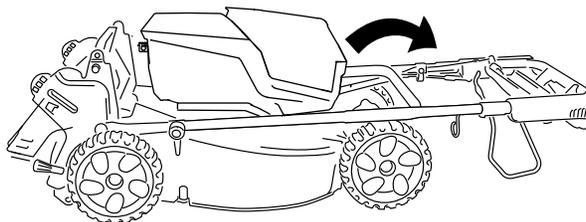

Figura 22
5. Rode a parte superior da pega para trás na direção do motor; consulte Figura 22.